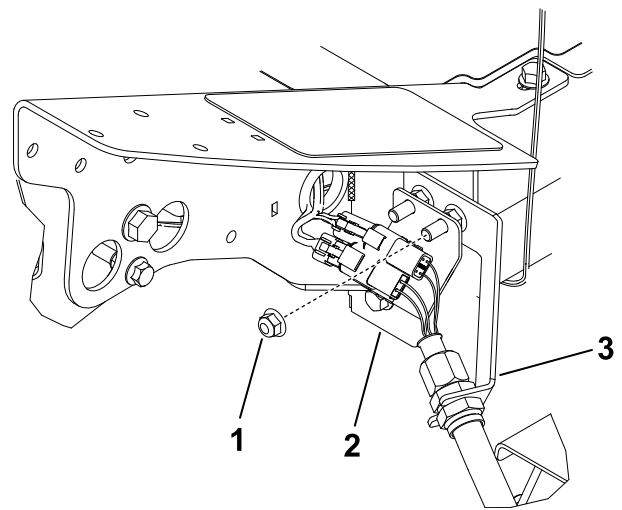

Figura 26
- En la esquina delantera izquierda del bastidor (posición de la unidad de corte Nº 4), retire la tuerca con arandela prensada adicional del perno que sujeta el soporte de pasamuros a la máquina (Figura 26).
- Instale la chapa de conexión en los pernos de montaje del pasamuros con los conectores posicionados según se indica en Figura 26.